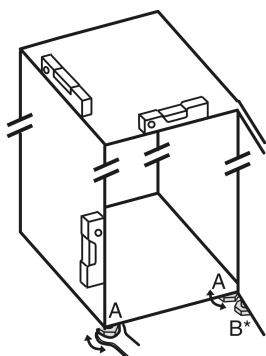

Fig. 33
- Seřizovací nožky Fig. 33 (A) vyšroubujte pomocí příloženého vidlicového klíče a pomocí vodováhy, dokud nebude spotřebič pevně vyrovnaný.
- Seřizovací nožku Fig. 33 (B) na stojanu ložiska vytáchejte pomocí příloženého vidlicového klíče, až dosedne na zem.
- Seřizovací nožku Fig. 33 (B) otáčejte dál o 90°.